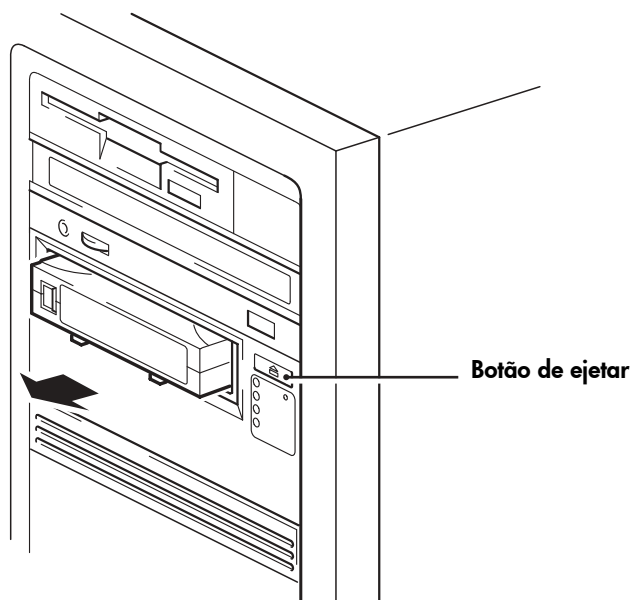

Figura 9b: descarregar um cartucho
- 1 Pressione o botão de ejetar no painel frontal. (Consulte a Figura 9b.)